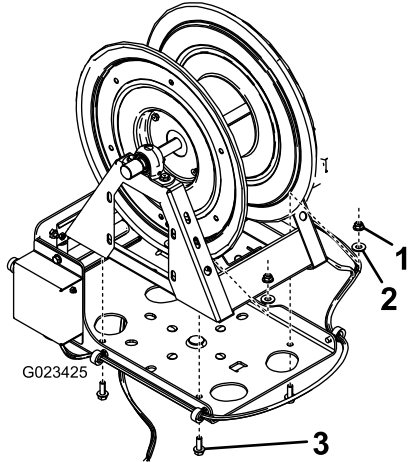

Figura 7
7. Prenda a bobina da tubagem à placa articulada utilizando 4 parafusos curtos (3/8 pol.), 4 anilhas pequenas e 4 porcas flangeadas (3/8 pol.) como se mostra em Figura 7.